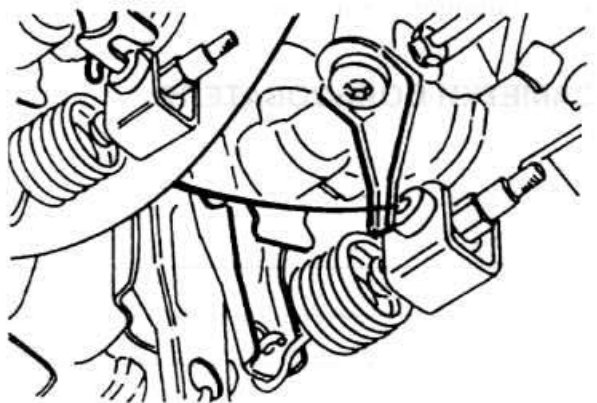

**Рис. 6.18**
- ♦ Отвинтите кронштейн клапана от поперечины кузова (рис. 6.18).